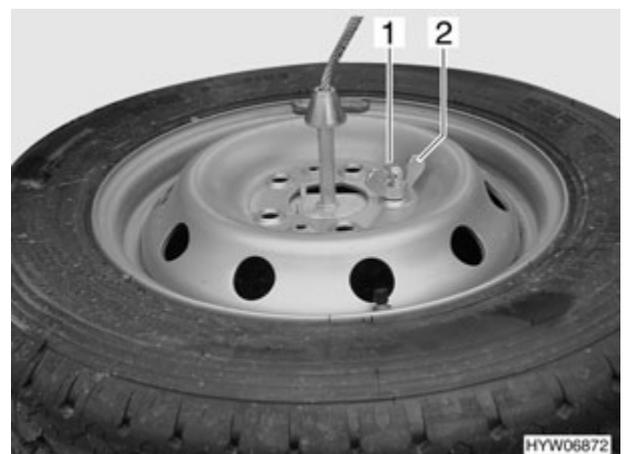

Fig. 209 Roue de secours
- Desserrer la goupille de sécurité (Fig. 209,1) et l'écrou papillon (Fig. 209,2) de la roue de secours.